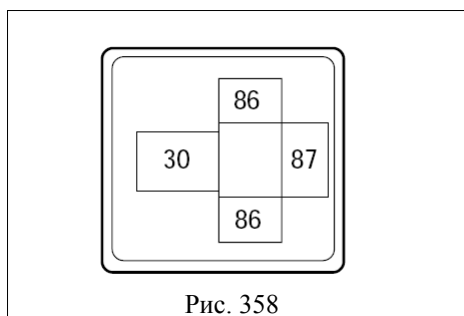

Рис. 358
(1) Проверьте проводимость между контактами(рис. 358)